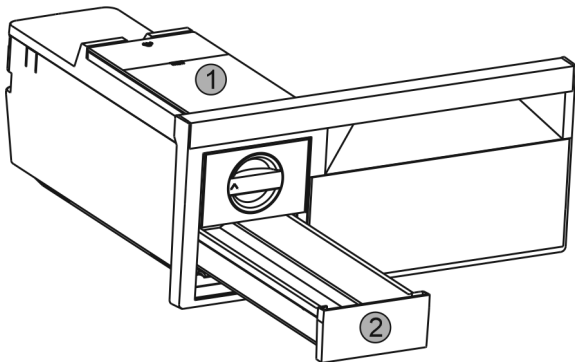

Fig. 47
- ▶ Извлечь бак для воды Fig. 47 (1) и выдвижной ящик для производства кубиков льда Fig. 47 (2).